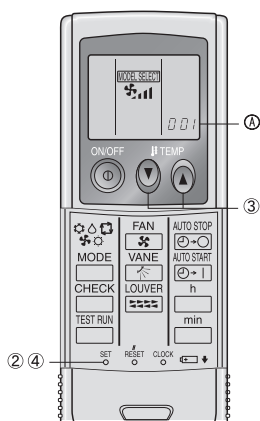

Fig. 6-7
1) Programmation (Fig. 6-7)
- ① Introduire les piles.
- ② Appuyer sur le bouton SET à l'aide d'un objet pointu.
- ③ Appuyer sur le bouton temp. ⑨ ⑩ pour programmer le numéro du modèle. Si l'opération est erronée, appuyer sur la touche ON/OFF ⑧ et recommencer à partir du point ②.
- ④ Appuyer sur le bouton SET à l'aide d'un objet pointu.